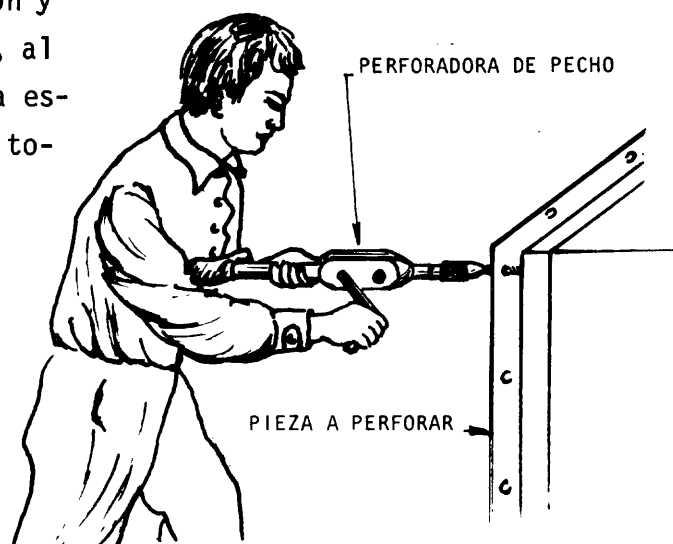

Fig. 1
- ___ b Dé vueltas a la manivela presionando con el pecho sobre el apoyo de la perforadora para iniciar el agujero (fig. 1).